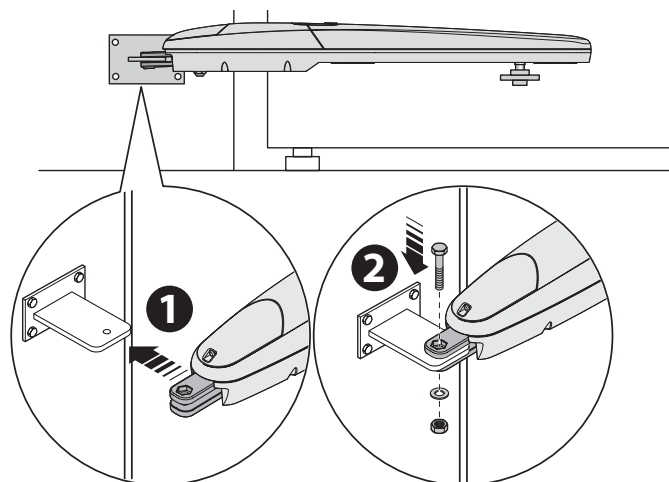

Fig. 6
01. Fixez le motoréducteur sur l'étrier de la façon illustrée par la fig. 6 à l'aide de la vis, de la rondelle et de l'écrou fournis;